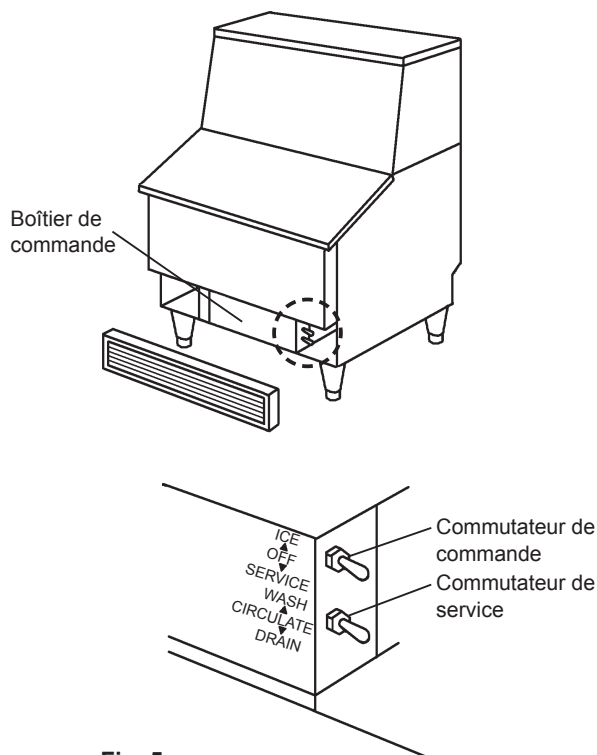

Fig. 5
- 2) Mettre le commutateur de commande du boîtier de commande sur « OFF ». Voir fig. 5.